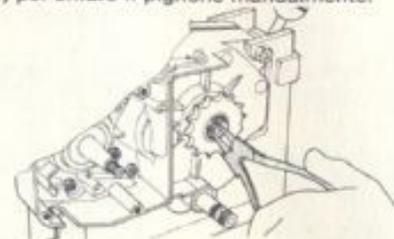

FIG. 11 Rimozione seeger pignone catena
- 7) **PER TOGLIERE** il pignone catena rimuovere l'anello seeger usando una pinza per anelli (fig. 11) poi sfilare il pignone manualmente.